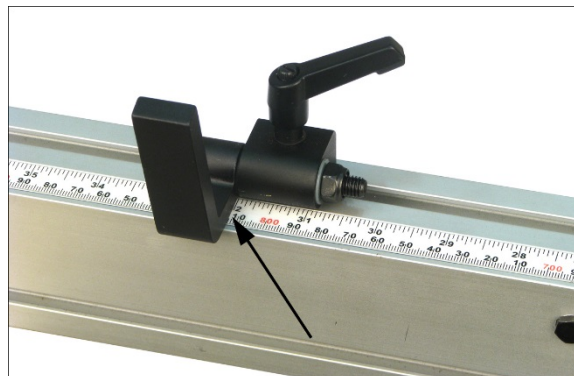

Рисунок 8-13
5. Поднимите фиксатор-защелку (Рисунок 8-13) и сдвиньте его до требуемого положения по шкале. Затяните ручку и опустите фиксатор-защелку. Прижмите к упору ненужный кусок древесины и произведите пробный распил. Измерьте длину отрезанного куска, чтобы проверить точность шкалы. При необходимости произведите дополнительную регулировку.